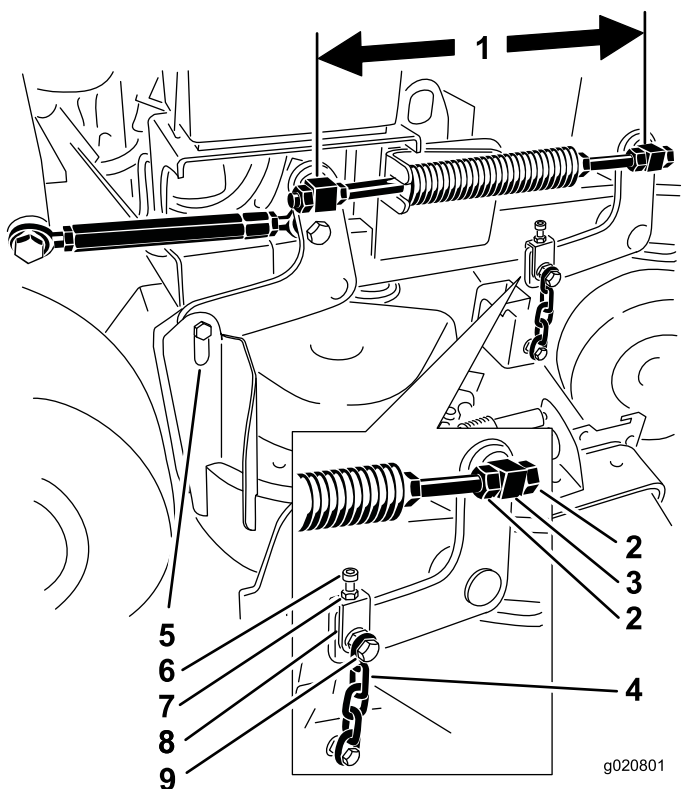

Figura 81
1. Compruebe la distancia entre los pivotes, midiendo desde el centro de un pivote al centro del otro (distancia entre centros) en cada varilla roscada (Figura 81).
2. Afloje las contratuercas en el pivote **delantero** (Figura 81).
4. Apriete las contratuercas en el pivote **delantero** (Figura 81).
4. Afloje las contratuercas de los pivotes delanteros derecho e izquierdo (Figura 81).
6. Apriete las contratuercas de los pivotes delanteros derecho e izquierdo (Figura 81).
4. Afloje las contratuercas en el pivote delantero izquierdo (Figura 81).
- Apriete las contratuercas del pivote delantero izquierdo (Figura 81).
- Apriete las contratuercas y los pernos superiores de las cadenas (Figura 81).
- Afloje los pernos superiores de las cadenas (Figura 81).
- Afloje las contratuercas en cada horquilla (Figura 81).